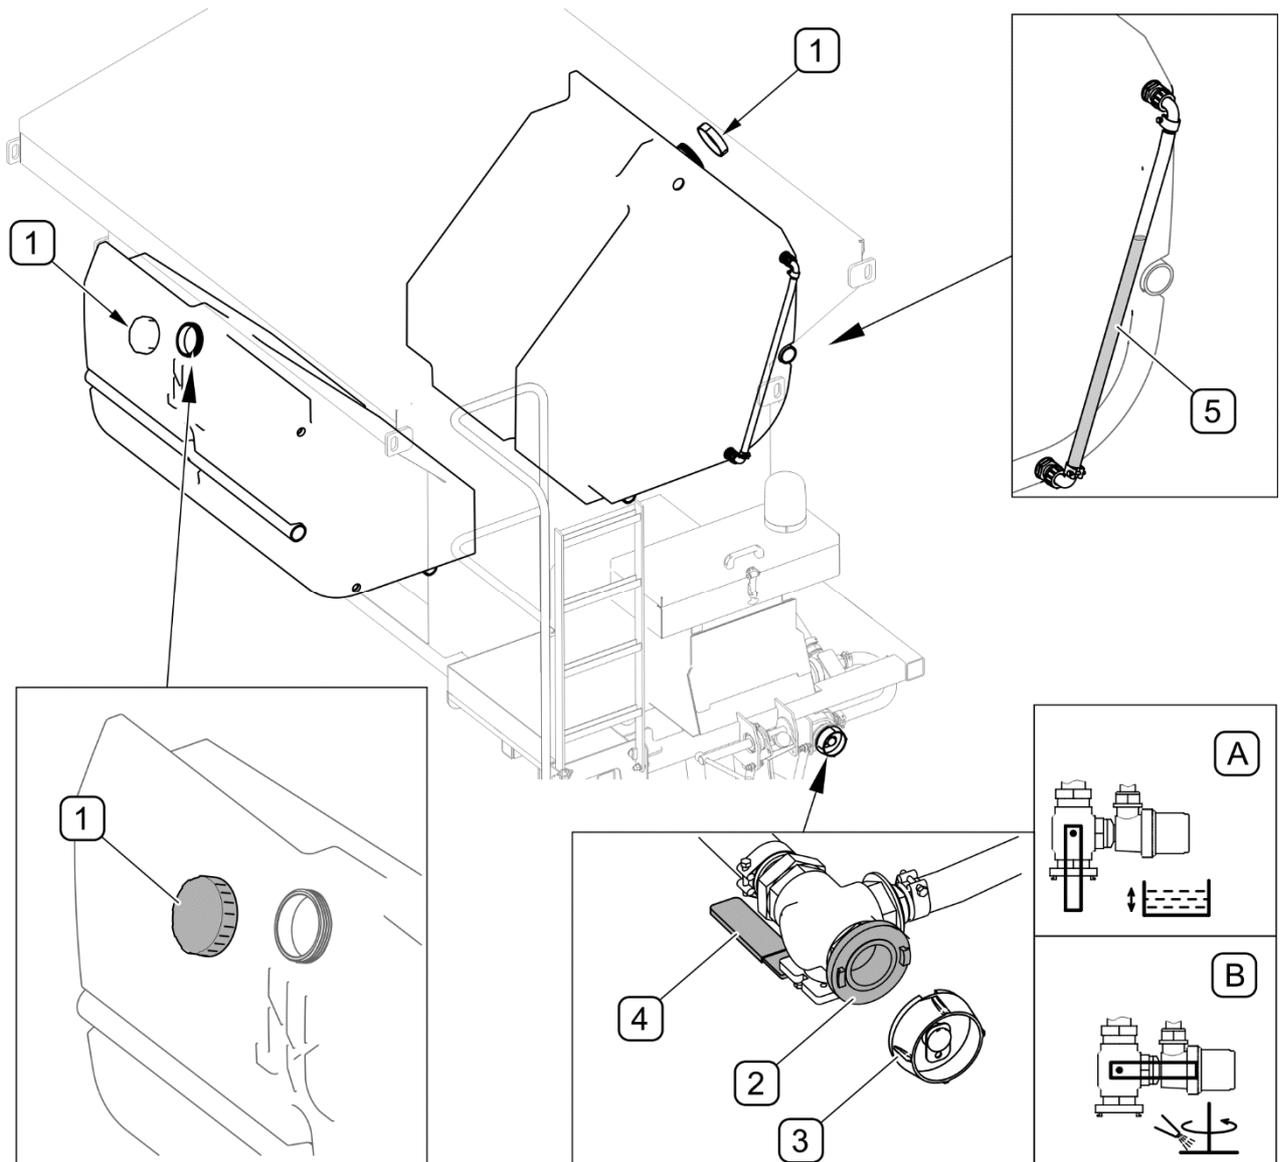

ABBILDUNG 4.15 Auffüllen der Tanks mit Salzlösung
Das Befüllen der Tanks mit Salzlösung (ABBILDUNG 4.15) kann über die mit Verschlüssen gesicherten Öffnungen (1) oder über die mit Verschlüssen (3) gesicherten Anschlüsse (2) vom Typ STORZ 52C erfolgen.